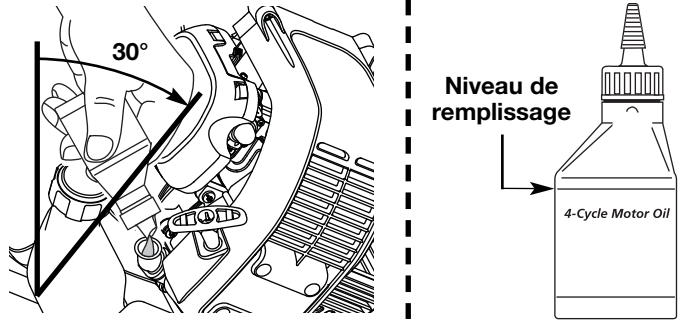

Fig. 22
- Inclinez l'appareil vers le haut 30° (Fig. 22).
- REMARQUE :** Mesurez la quantité nécessaire à l'aide de la bouteille et de la buse utilisées lors de la mise en service. 90 ml (3,04 oz) correspond environ au haut de l'étiquette de la bouteille (Fig. 22). Vérifiez le niveau d'huile avec la jauge. S'il est trop bas, ajoutez un peu d'huile par l'orifice et revérifiez (Fig. 22). Ne remplissez pas trop.